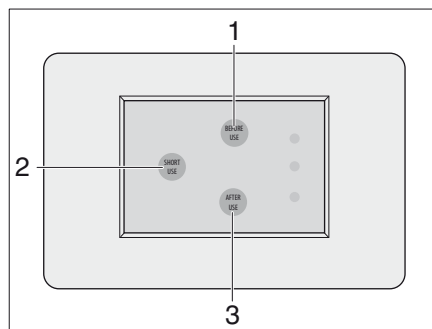

Bild 367 Panel – toalett med kvarn
- Tryck på knappen Short Use (Bild 367, 2).
- Innan toaletten används, ska man trycka på knappen Before Use (Bild 367,1).
- Efter att toaletten använts, ska man trycka på knappen After Use (Bild 367,3). Innehållet i toaletten töms.